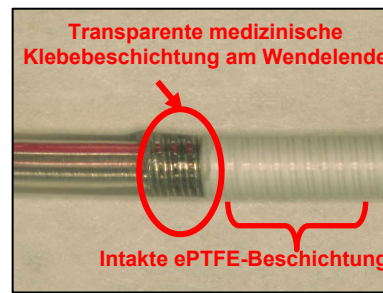

Abb. 2B. Intakte ePTFE-Beschichtung und Schockwendel
- ▶ Aus technischen Gründen sind die Enden der Wendeln nicht vollständig mit ePTFE bedeckt. Statt dessen wird dort eine transparente medizinische Klebebeschichtung aufgebracht, um einen glatten Übergang zum ePTFE zu schaffen (Abb. 2B). **Dieser kleine Bereich mit der transparenten Klebebeschichtung darf nicht mit der zusammengeschobenen ePTFE-Beschichtung verwechselt werden.**